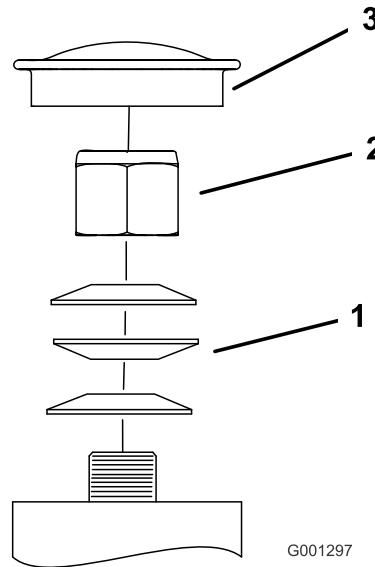

Figure 47
3. Déposez le couvre-moyeu de la roue pivotante et serrez le contre-écrou (Figure 47).
4. Continuez de serrer le contre-écrou jusqu'à ce que les rondelles élastiques soient aplatis, puis desserrez-le d'un quart de tour pour obtenir la précharge correcte des roulements (Figure 47).
Important: Veillez à placer les rondelles élastiques correctement, comme montré à la Figure 47.
5. Reposez le couvre-moyeu (Figure 47).